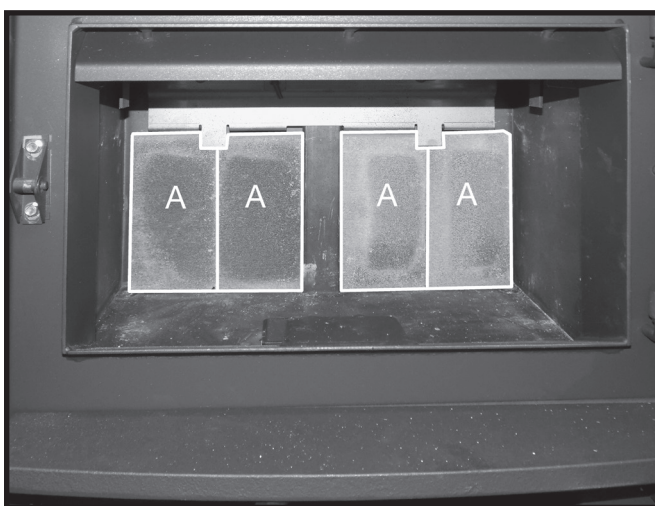

Figure 12: Les autres briques posées sur le mur du fond.
3. Répéter les étapes 1 et 2 pour les briques du mur du fond du côté opposé (Figure 12).